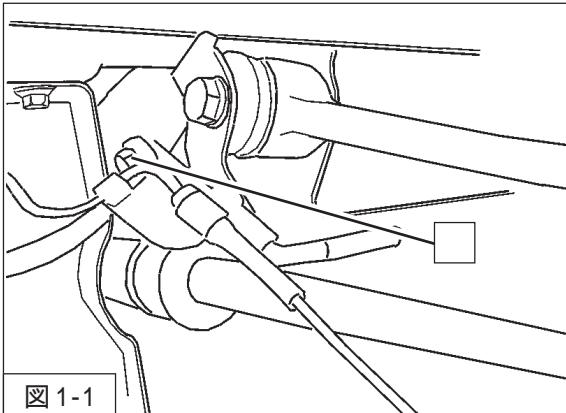

図 1-1
- 3 . ABSセンサハーネス取付ボルト(2ヶ所)を取外してください。(図1-1)